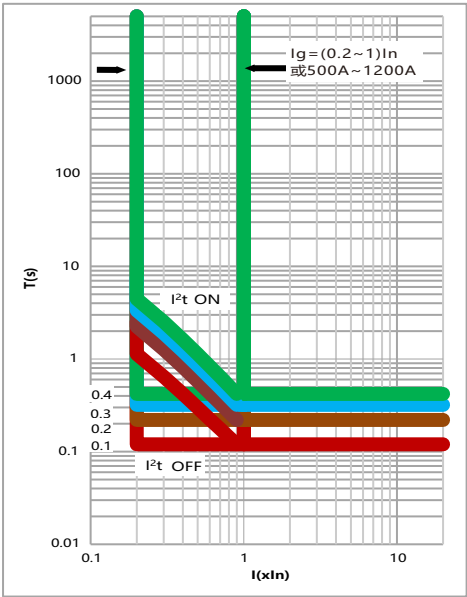

图2 接地保护特性曲线
4.2.5.1接地保护具有定时限保护特性（M、A 型）、定时限+反时限保护特性(P、H型)，见图2